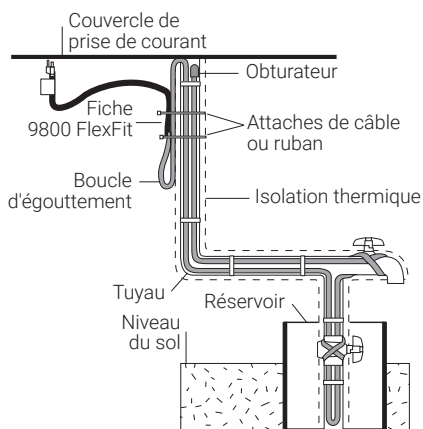

Figure 6. Installation de passes multiples
S'il reste une longueur de câble à l'extrémité du tuyau, le ramener le long du tuyau où l'isolant le recouvrira complètement, tel qu'illustré à la Figure 6. À l'aide de ruban de fixation 9610 ou tout produit équivalent, fixez l'obtuteur au tuyau, tel qu'illustré aux Figures 1, 2 et 6.
**⚠ Important :** pour des installations dotées d'un réservoir au sol, installez le câble chauffant Frostex sur toute la longueur du tuyau et ensuite le ramener vers le point de départ (tel qu'illustré à la Figure 6), de sorte que l'obtuteur soit bien au-dessus du niveau du sol et qu'il ne repose pas dans l'eau.